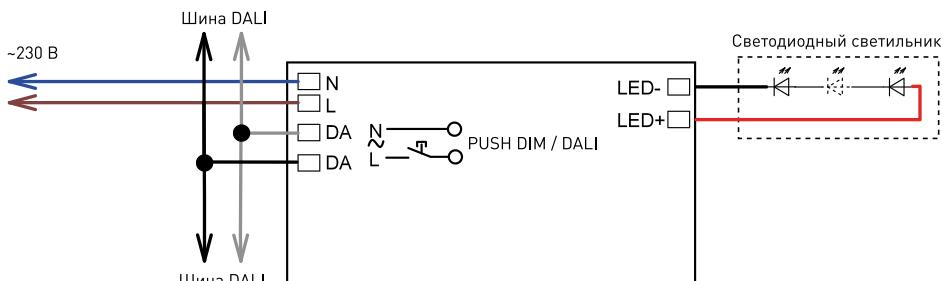

Рис. 1.
- 3.6. Подключите белый и серый провода управления к шине DALI [обозначены как DA], см. рис. 1.